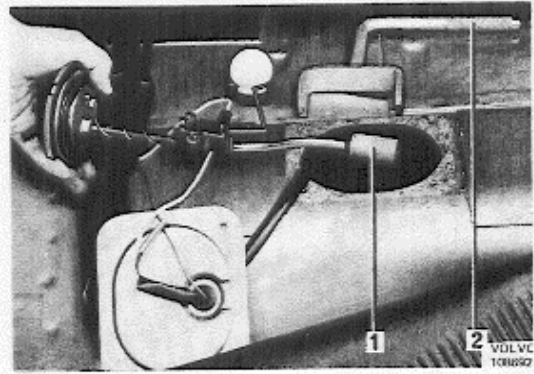

Abb. 2-8 Kraftstoff-Vorratsgeber, zwecks Reinigung des Kraftstofffilters ausgebaut. (Fahrzeuge mit Vergasermotor)
In Fahrzeugen mit Vergasermotor wird das Kraftstofffilter (14) nach Ausbau des Kraftstoff-Vorratsgebers zugänglich, siehe Abb. 2-8. Dieses Filter soll alle 40 000 km gereinigt werden.